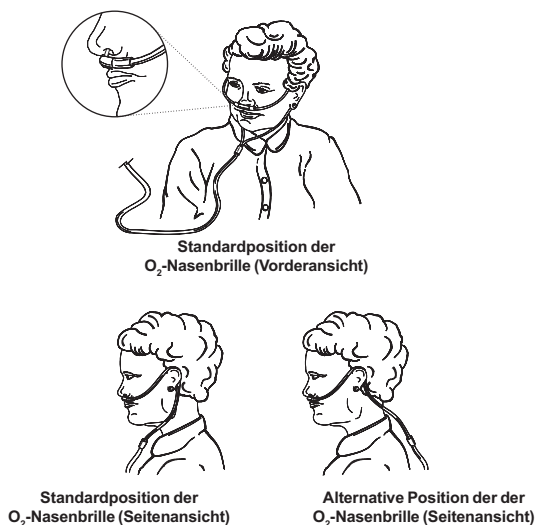

Abbildung 14
10. Schließen Sie den Sauerstoffschlauch an den Sauerstoffanschluß des tragbaren Companion-Geräts an und richten Sie die O₂-Nasenbrille oder eine andere Applikationshilfe so aus, daß der Sauerstoff bequem aufgenommen werden kann (Abb. 14). Wenn die Nasenbrille richtig sitzt, stellen Sie den *Durchflußregler* auf die verordnete Dosis ein.